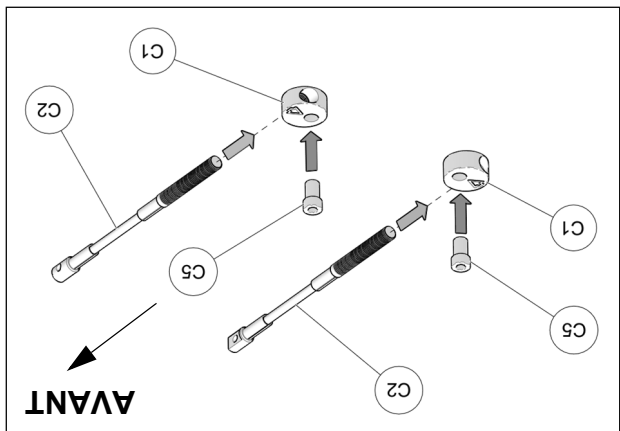

Fig. 21
10. Assembler les câbles des limiteurs de conduite (C2), les disques en aluminium (C1) et les bagues espacateurs (C5) tel que montré à la Fig. 21